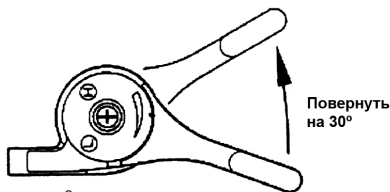

рис. 8
1. Поверните рычаг дроссельной заслонки в положение START (открыто примерно на 30 градусов) (рис. 8)
1. Поворот рычага газа приводит к началу работы виброплиты (рис. 8)